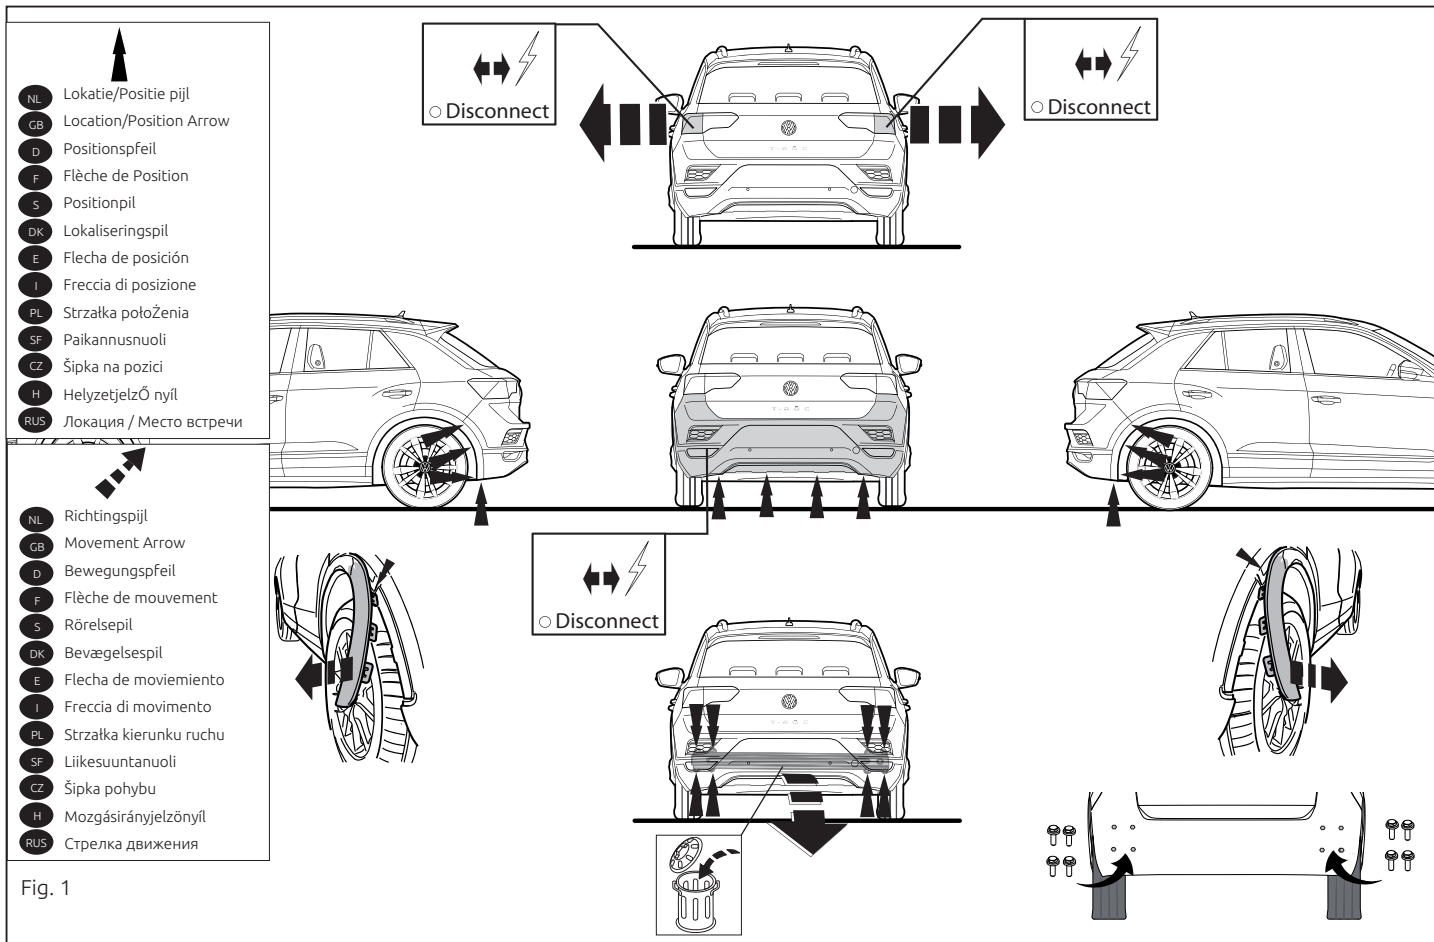

Fig. 1
2. Снять бампер вместе со стальным буферным брусом автомобиля. Буферный брус больше не понадобится. Посадить болты на место. См. рисунок 1.